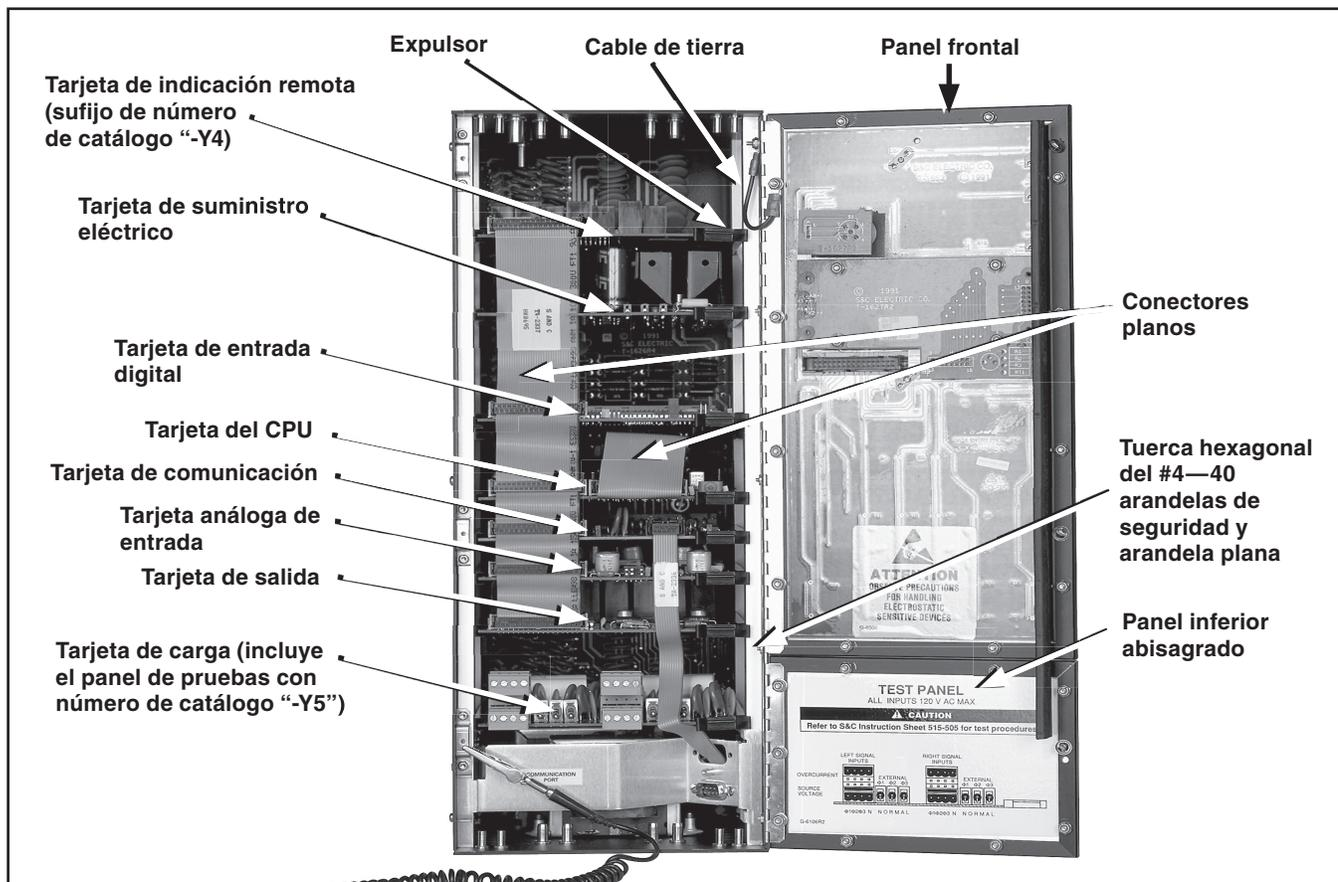

Figura 3. Esquema de las tarjetas de circuito del Control de Transferencia de Fuente Micro-AT.
- (a) Desconecte los enchufes de los conectores planos con cuidado de sus receptáculos en las tres tarjetas de circuito inferiores. También desconecte el enchufe del conector plano que conecta el ensamble del panel frontal con la tarjeta del CPU. Ver Figura 3 en la página 8.
- (b) Desconecte los enchufes del conector plano con cuidado de sus receptáculos en las tres tarjetas de circuito inferiores. También desconecte el enchufe del conector plano que conecta el ensamble del panel frontal a la tarjeta del CPU. Ver Figura 3 en la página 8.
- PASO 1.** Desconecte los enchufes del conector plano con cuidado de sus receptáculos en las tres tarjetas de circuito superiores. También desconecte el enchufe del conector plano que conecta el ensamble del panel frontal a la tarjeta del CPU. Ver Figura 3 en la página 8.
- PASO 2.** Jale el expulsor del borde derecho de la tarjeta del CPU para sacar el conector de la tarjeta del CPU del receptáculo del gabinete del control de transferencia de fuente. Ver Figura 3 en la página 8. Después, coloque la tarjeta del CPU en el cojinete disipador de estática.
- (a) Desconecte los enchufes del conector plano con cuidado de sus receptáculos en las tres tarjetas de circuito inferiores. También desconecte el enchufe del conector plano que conecta el ensamble del panel frontal a la tarjeta del CPU. Ver Figura 3 en la página 8.